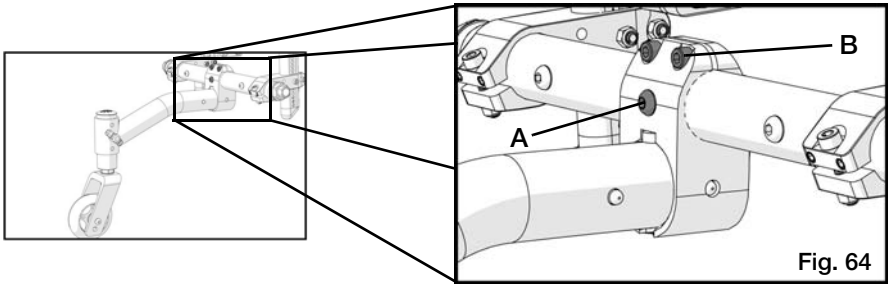

Fig. 64
### 2. Instrucciones para remoción con 5ta. Rueda ESTANDAR Fig. 64:
- Utilizando una llave hexagonal de 3mm y una llave de 8mm, retire el tornillo con cabeza plana de 5mm del receptor (Fig. 64:A).
- Utilizando una llave hexagonal de 4mm, afloje los dos tornillos de 5mm (Fig. 64:B) hasta que el receptor se deslice libremente sobre el tubo camber.